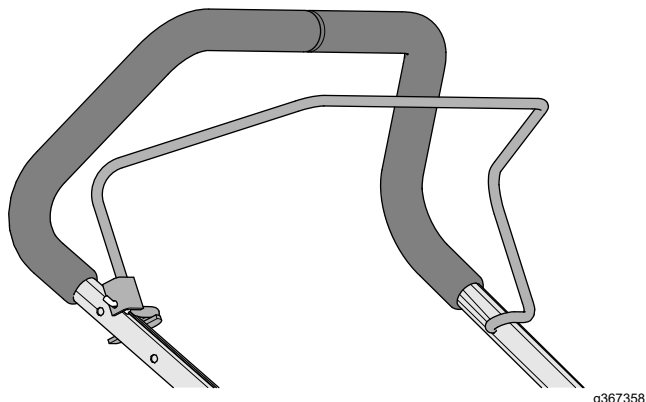

Figura 11
3. Insira a extremidade do manípulo de presença do operador na pega, aperte ligeiramente a outra perna do manípulo e insira o manípulo na pega (Figura 11).